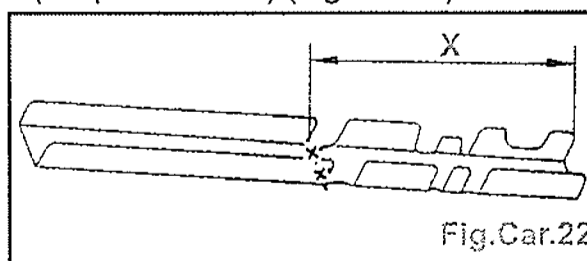

Fig.Car.22
- Tracer puis découper à l'aide d'une scie (coupe définitive) (Fig.Car.22).